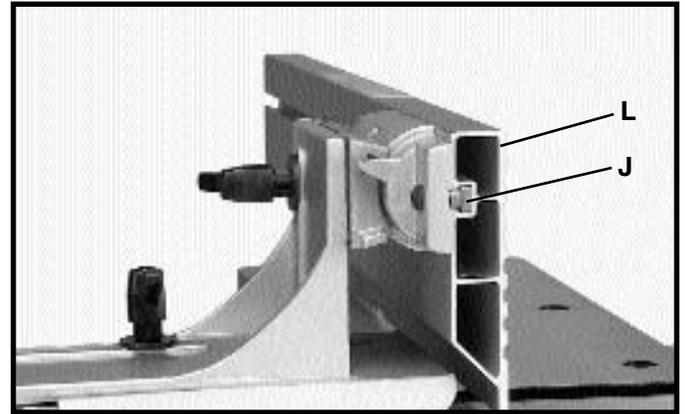

Fig. 10
4. Deslice la ranura de la guía (L) Fig. 10 sobre las tuercas en "T" (J) como se ilustra aquí.